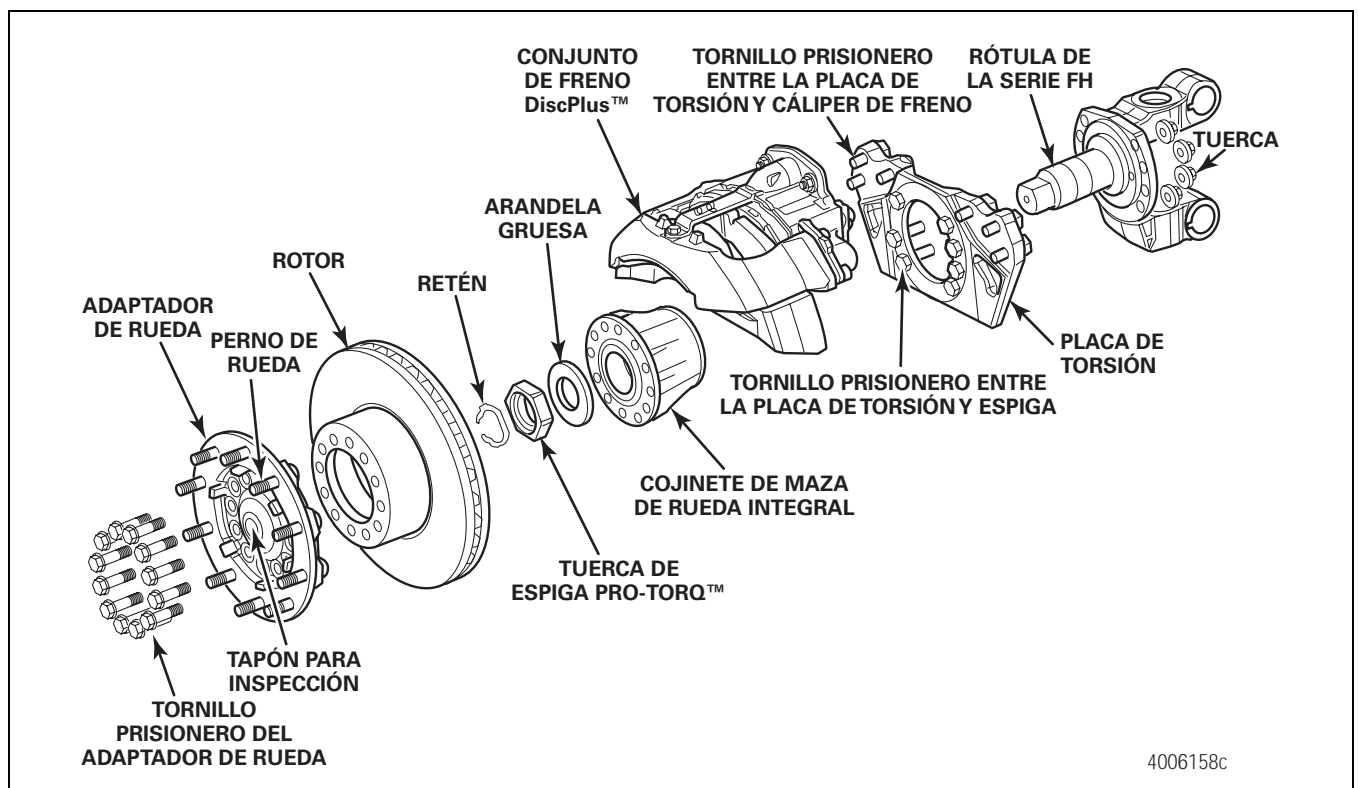

Figura 3.1
1. Verifique que la rueda esté montada correctamente y que todas las sujeciones y herraje del extremo de rueda estén apretados a la especificación correcta. Figura 3.1.